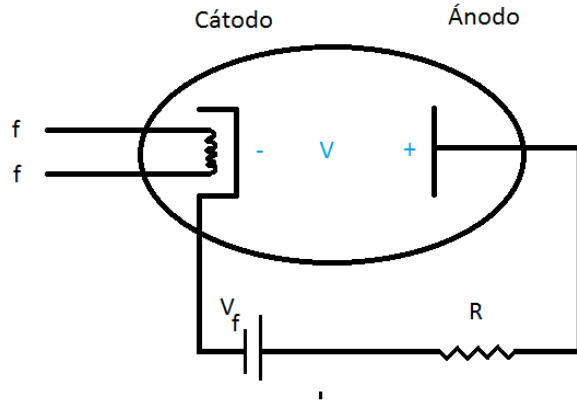
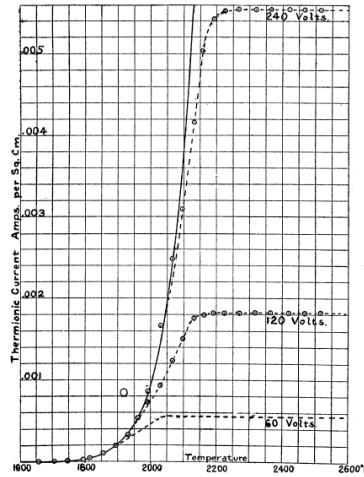
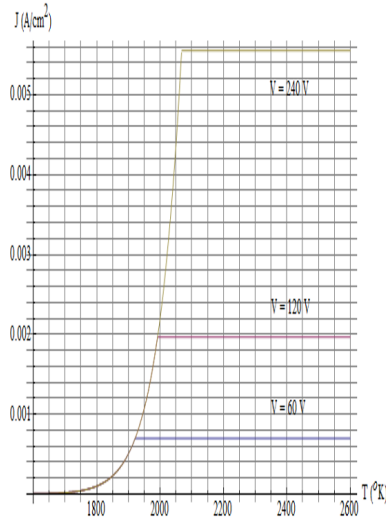

Figura 2: Válvula termoiónica polarizada.
Figura 6: Curvas J-V para un diodo con cátodo de tungsteno.
Figura 7: Característica J-V teórica
La Figura 6 muestra una gráfica del artículo mencionado. El circuito empleado es esencialmente el de la Figura 2, los voltajes entre ánodo y cátodo empleados se muestran en la figura.
La Figura 7 muestra una gráfica similar, obtenida empleando las Ecuaciones (1) y (4).
Pregunta 10 ¿Cuáles son y a qué se deben las diferencias entre los resultados experimentales (Figura 6) y las curvas teóricas (Figura 7)?
10. ¿Cuáles son y a qué se deben las diferencias entre los resultados experimentales (Figura 6) y las curvas teóricas (Figura 7)?
11. La densidad de corriente en el diodo parece depender, entre otras cosas, de características del cátodo, de la temperatura (T) y del voltaje (V) entre ánodo y cátodo. Obtenga una función para J que tome en cuenta estas variables y parámetros.
12. ¿Cuál de las tres curvas, (A), (B), o (C), representa mejor a la corriente en el circuito?